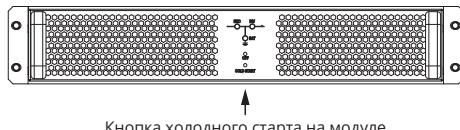

Рис. 5-2: Расположение кнопки холодного старта на модуле
3. Поочерёдно нажмите на кнопки холодного старта на силовых модулях (расположены в отверстиях на лицевых панелях модулей). Загорятся индикаторы работы силовых модулей. См. рисунок 5-2.